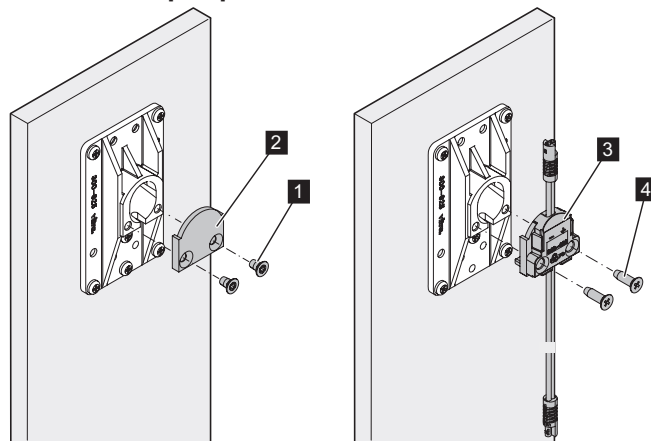

Fig. 13: Dévisser la plaque de recouvrement
1. Dévisser les deux vis (Fig. 13/1) avec un tournevis Torx. Les vis et la plaque de recouvrement (Fig. 13/2) ne sont plus nécessaires et peuvent être éliminés.
2. Fixer le set d'électrification (Fig. 13/3) au platine avec les vis à tête fraisée fournies (Fig. 13/4).